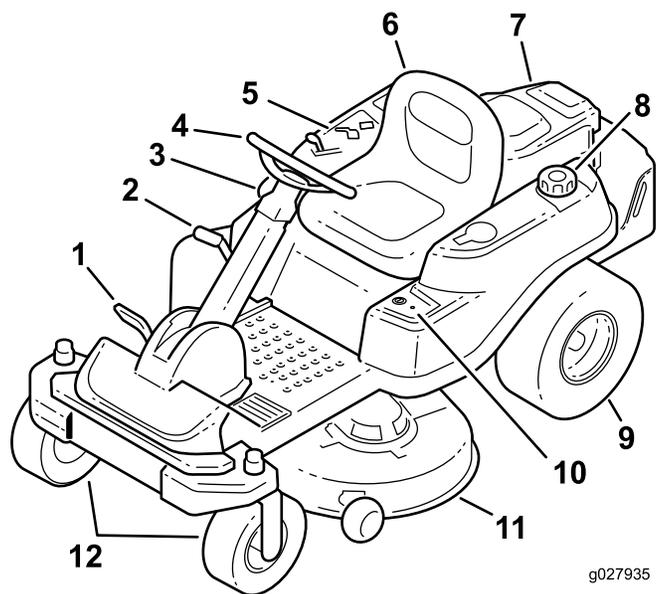
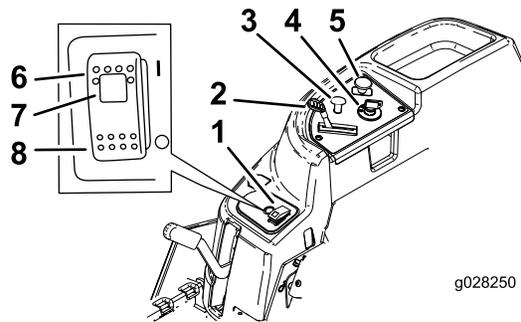

Figure 4
Figure 5
Avant de mettre le moteur en marche et d'utiliser la machine, familiarisez-vous avec toutes les commandes; voir Figure 4 et Figure 5.
Utilisez le starter pour démarrer quand le moteur est froid. Tirez sur le bouton de starter pour l'engager. Appuyez sur le bouton de starter pour le désengager (Figure 5).
L'accélérateur commande le régime moteur et peut se régler à l'infini entre BAS RÉGIME et HAUT RÉGIME (Figure 5).
La commande des lames (PDF) engage et désengage les lames du tablier de coupe (Figure 5).
- Appuyez sur la commande Smart Park™ pour la mettre à la position ACTIVÉE (Figure 5).